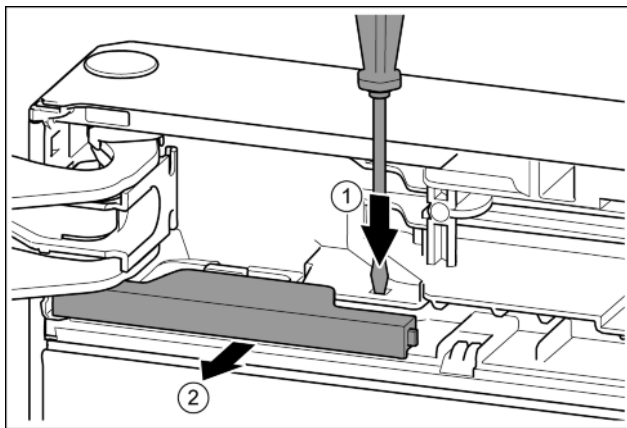

Fig. 14
- ▶ С плоската отвертка натиснете езичето. Fig. 14 (1)
- ▶ Извадете капака от фиксатора. Fig. 14 (2)